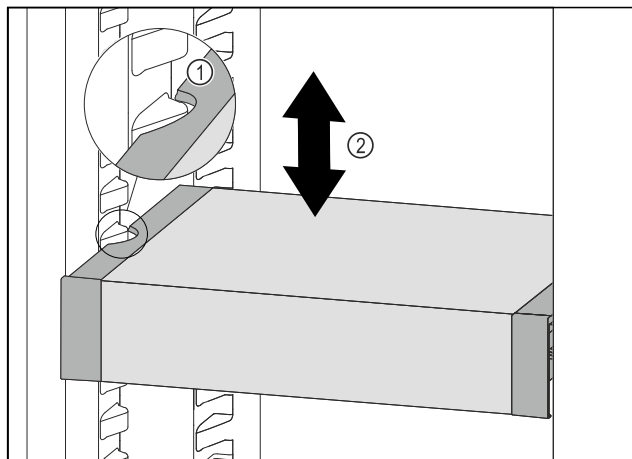

Fig. 122
- VarioSafe naar voren trekken tot de uitsparingen aan de zijkant van de VarioSafe zich ter hoogte van de rib in het koelgedeelte bevinden. Fig. 122 (1)
- VarioSafe in het koelgedeelte omhoog of omlaag bewegen tot de gewenste hoogte is bereikt. Fig. 122 (2)